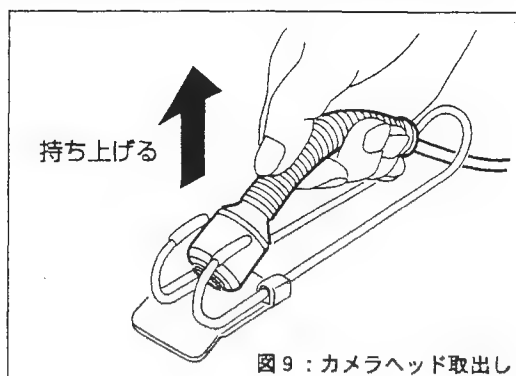

図9：カメラヘッド取出し
4.カメラヘッド取出し (図9)
カメラヘッドを図9のように持ち上げ、カメラヘッドホルダーから取出してください。